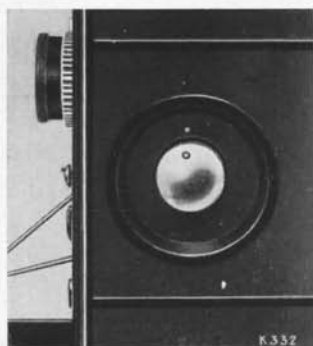

Abb. 11
2. Triebknopf (Abb. 11) so drehen, daß die grün eingelassene Kerbe auf dem Knopf oben steht; dann sind die Greiferspitzen aus dem Filmkanal